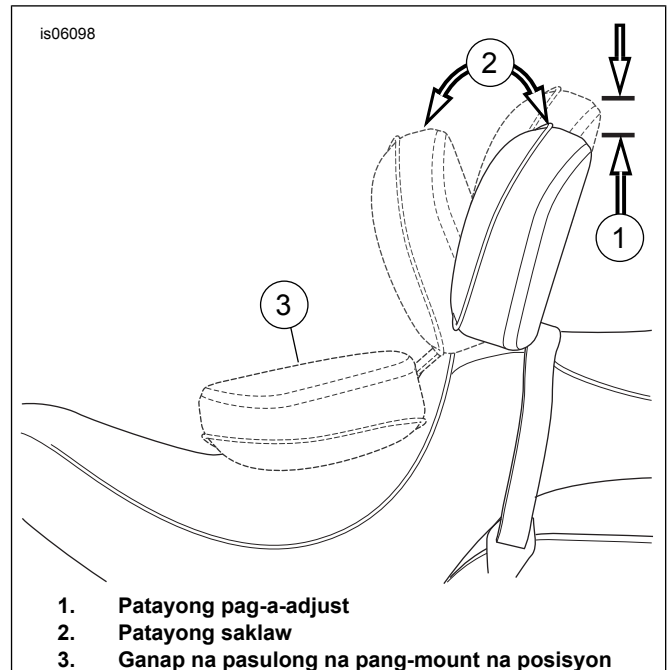

Figure 14. Mga Posisyon ng Backrest
7. Tingnan ang Figure 14 . Habang nasa puwesto ang backrest at ang upuan, itulak ang backrest tungo sa ganap na harapang posisyon (3). Ang mekanismo ng backrest ay didiin sa pagitan ng ilalim na panig ng upuan at sa pagitan ng ipinasok na pamprotekta ng upuan.
1. Tingnan ang Figure 14 . Ang pang-adjust na handle ay ginagamit para igalaw ang backrest pad nang pasulong at paatras.
2. Upang i-adjust ang backrest pad nang pasulong o paatras (2), itulak ang handle.
6. Upang i-adjust ang backrest pad pataas at pababa (1), hilahin ang knob sa likuran ng pad.